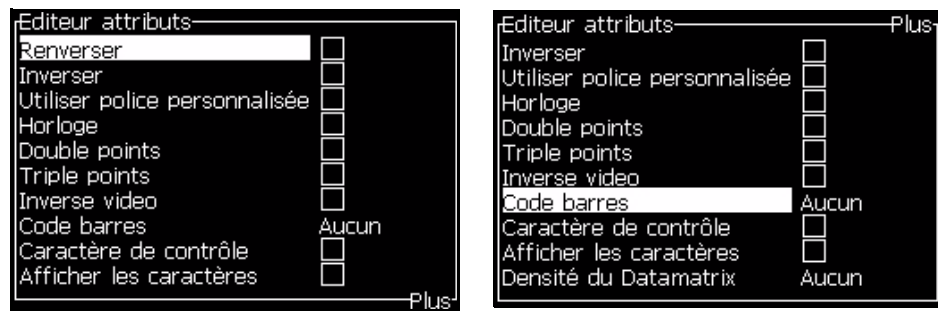

Figure 5-40: Menu éditeur d'attributs
- 1 Sélectionnez *Attributs en ligne* à partir du menu *Editeur* de texte (appuyez sur *ALT + E*). Le menu *Attributs* apparaît (voir la section Figure 5-40 à la page 5-53).